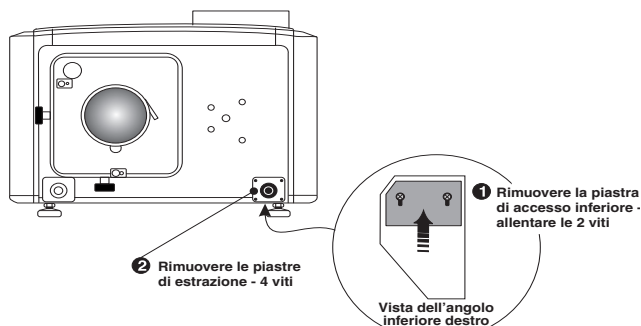

Figura 2-10 Procedura per collegare l'alimentazione CA al blocco terminale
1. Nell'angolo in basso a destra della piastra frontale del proiettore si trova una piastrina per l'accesso al circuito elettrico. Allentare le due viti e fare scorrere la piastra in avanti per esporre il blocco terminale sottostante. Vedere **Figura 2-10**.